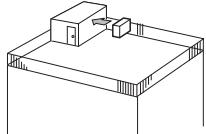

Fig. 2-4
- ① Richten Sie die Luftaustrittsoffnung mit einem Abstand von etwa 35 cm auf die nächstgelegene Wand aus. (Fig. 2-4)